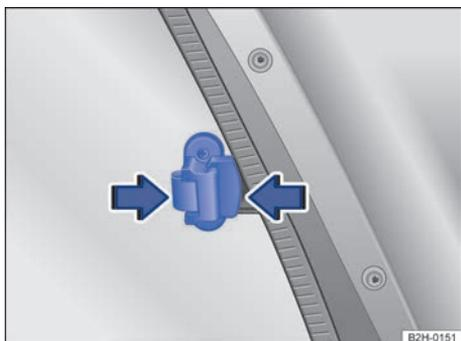

Fig. 32 En el panel lateral del techo rígido: manija de la ventanilla.
- Comprima la manija de la ventanilla → fig. 32 en el sentido de las flechas.